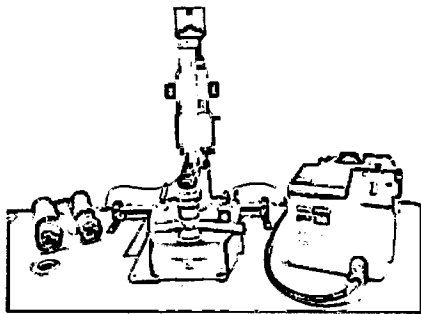

Figura 5.9 Cajas superiores e inferiores ensambladas y cableado organizado
5. Asegúrese de que el conjunto de la lámpara de hendidura esté horizontalmente en paralelo (realínelo si es necesario) y el cableado fuera del camino de desplazamiento de la lámpara y que no esté atascado o trabado (consulte la figura 5.9)